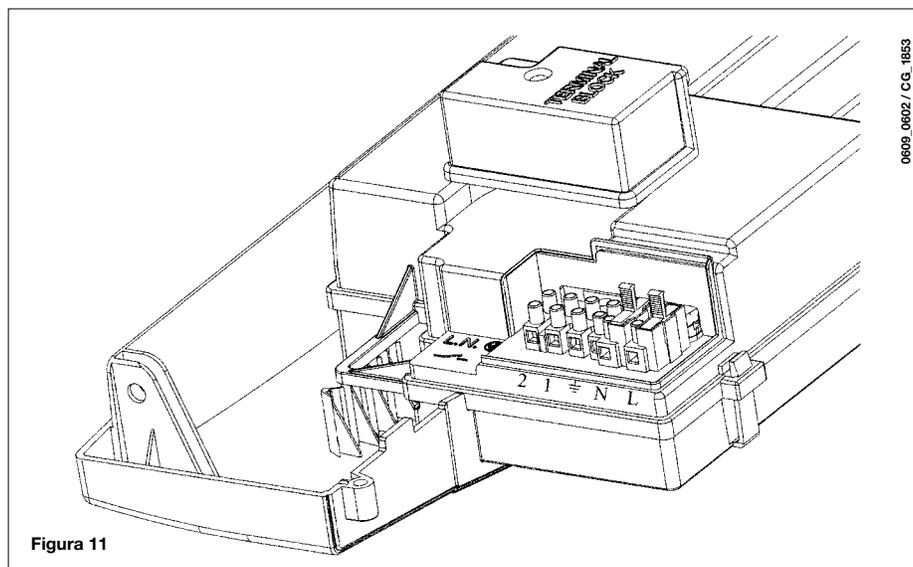

Figura 11
- togliere il coperchio ed accedere alla zona collegamenti elettrici (figura 11).
- accedere alla morsettiere di alimentazione (figura 11) come descritto al capitolo precedente;
- togliere il ponticello presente sui morsetti (1) e (2);